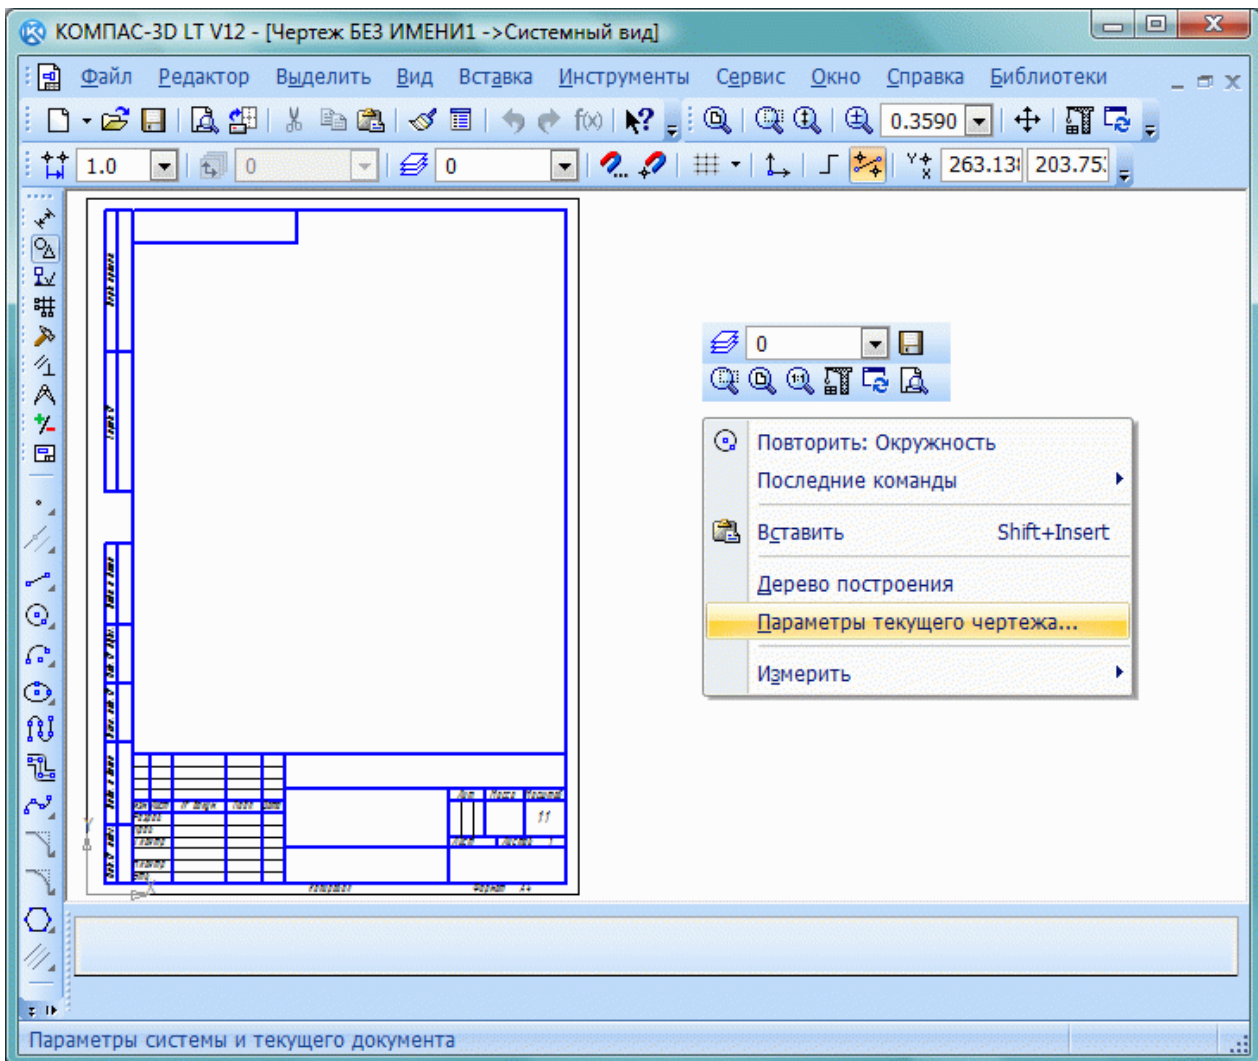

Рис. 26.2.
- на рабочем поле чертежа нажимаем правую кнопку мыши и выбираем **Параметры текущего чертежа...** или **Сервис – Параметры** (рис. 26.2);